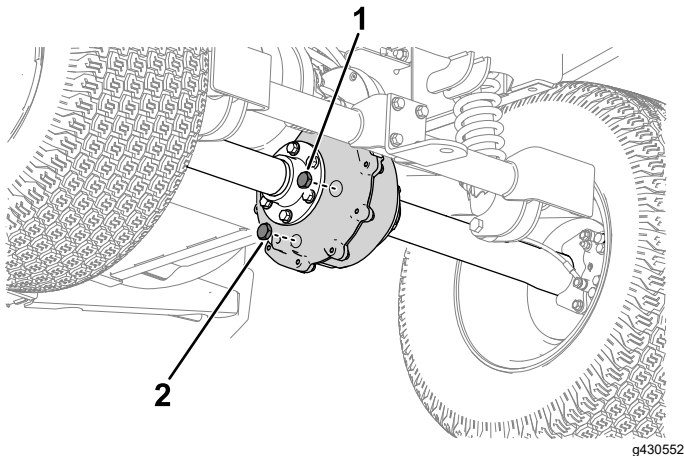

図 47
1. トランスアクスルドレンプラグの下にドレンパンを置く(図 47)。
2. 補給プラグを抜く(図 47)。